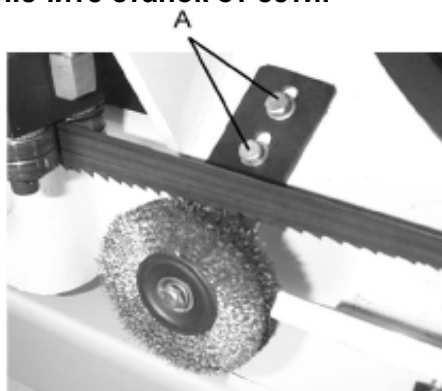

Рис.20
- Ослабьте болты (А, Рис. 20).
- Затяните болты (А, Рис. 20).